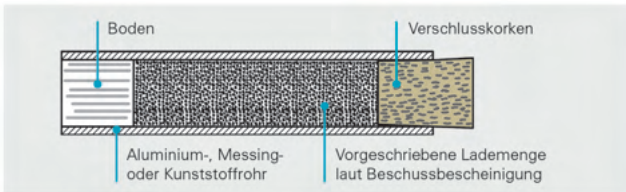

Abb. 23: Dosierung der Pulvermenge für einen Schuss (abgepackte Einzelladung)
- Die vorgeschriebenen Pulverladungen sind abzuwiegen oder mit einem Messbecher entsprechend den Angaben in der Beschussbescheinigung als abgepackte Einzelladungen vor dem Schießen abzufüllen (s. Abb. 23, S. 16). Aus Sicherheitsgründen hat dies möglichst bereits zu Hause, in einem geschlossenen Raum, zu erfolgen. Während dieser Tätigkeit sind der Aufenthalt unbefugter Personen, offenes Licht und Feuer sowie das Rauchen in diesem Raum verboten.
Hinweis: Nach den gefahrgutrechtlichen Vorschriften darf max. 3 kg Böllerpulver (NEM) – außerhalb des Originalgebindes – als abgepackte Einzelladungen (s. Abb. 23, S. 16) befördert werden.